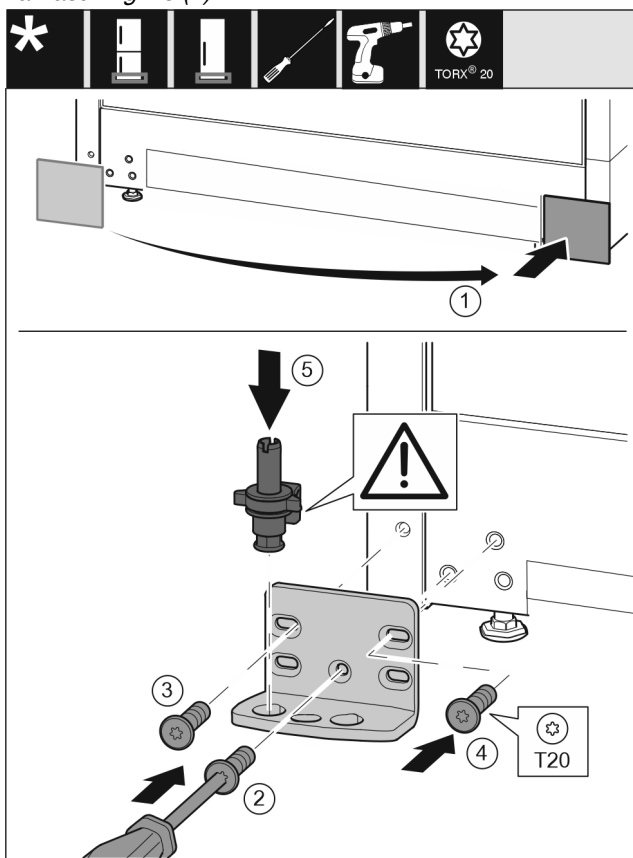

Fig. 16
- ▶ Zdjąć osłonę i założyć z drugiej strony. Fig. 16 (1)
- ▶ Płytkę zawiasu założyć z drugiej strony i przykręcić przy pomocy śrubokręta T20. Rozpocząć od śruby 2 dolnej umieszczonej na środku. Fig. 16 (2)
- ▶ Dokręcić śruby 3 i 4. Fig. 16 (3,4)
- ▶ Założyć cały sworzeń płytki zawiasu. Przy tym zwrócić uwagę, by krzywka zatrząskowa wskazywała do tyłu. Fig. 16 (5)